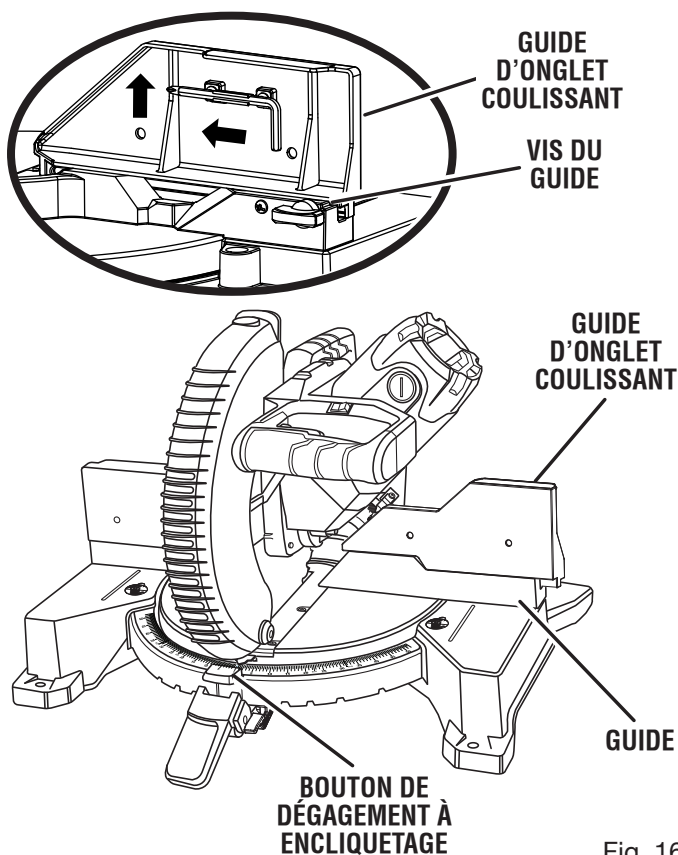

Fig. 16
Voir les figures 16 à 22.
- Retirer les guides d'onglet coulissants du guide. Voir la figure 16.